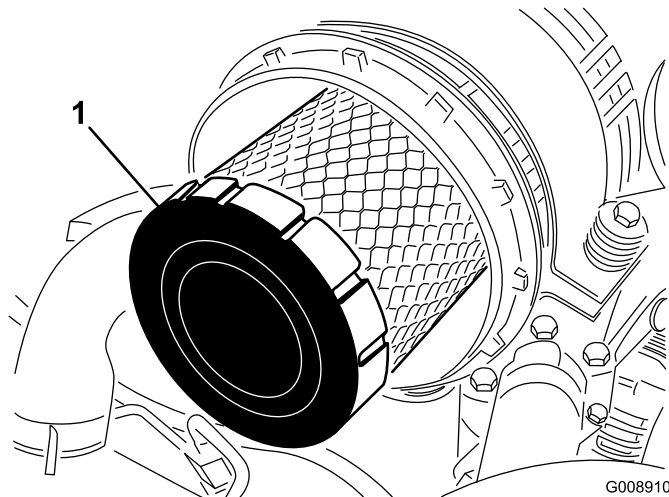

Рисунок 46
4. Снимите и замените фильтр грубой очистки (Рисунок 46).